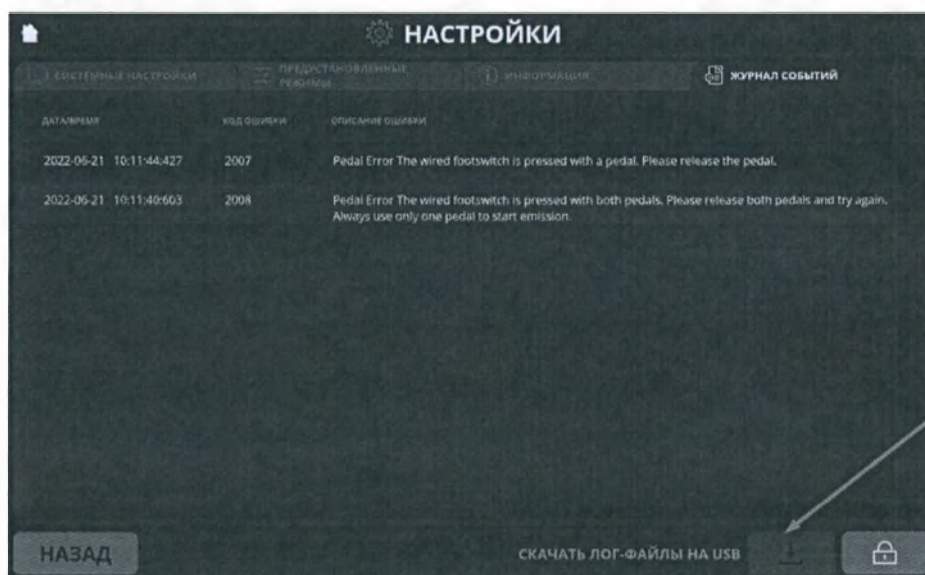

Рис. 36 - Экран «НАСТРОЙКИ»: «СИСТЕМНЫЕ ОШИБКИ»
На экране системных ошибок (Рис.36) отображается информация о дате, времени появления ошибки, ее код и описание.
Аппарат оснащен функцией сохранения списка ошибок Аппарата на USB носитель. Для сохранения списка, подсоедините USB носитель в соответствующий разъем аппарата и нажмите кнопку (1) (Рис.36).